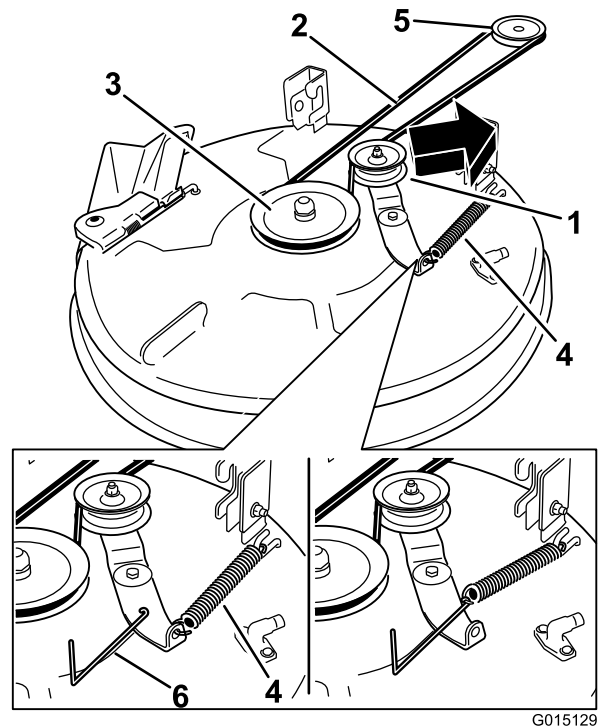

Figura 56
5. Usando una herramienta para la retirada de muelles (Pieza Toro N° 92-5771), retire el muelle tensor del gancho de la carcasa para eliminar la tensión de la polea tensora, y retire la correa de las poleas (Figura 56).
6. Pase la correa nueva alrededor de las poleas del motor y del cortacésped (Figura 56).
7. Usando una herramienta para la retirada de muelles (Pieza Toro N° 92-5771), instale el muelle tensor sobre el gancho de la carcasa, tensando la polea tensora y la correa del cortacésped (Figura 56).